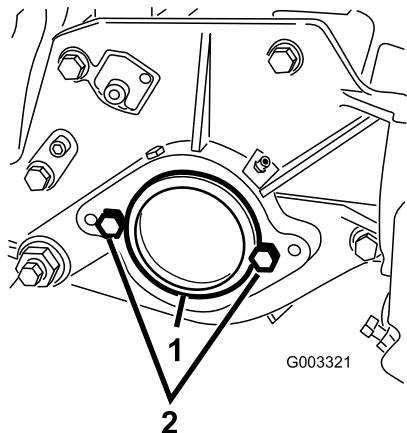

図 7
2. カッティングユニット右側のベアリングハウジングについているプラスチック製のプラグを外す図 7。
3. 右側サイドプレートから、ボルト2本を外す図 7。
5. カッティングユニットの左サイドプレートにリールモータ取り付け用のボルト2本を取り付ける図 7。